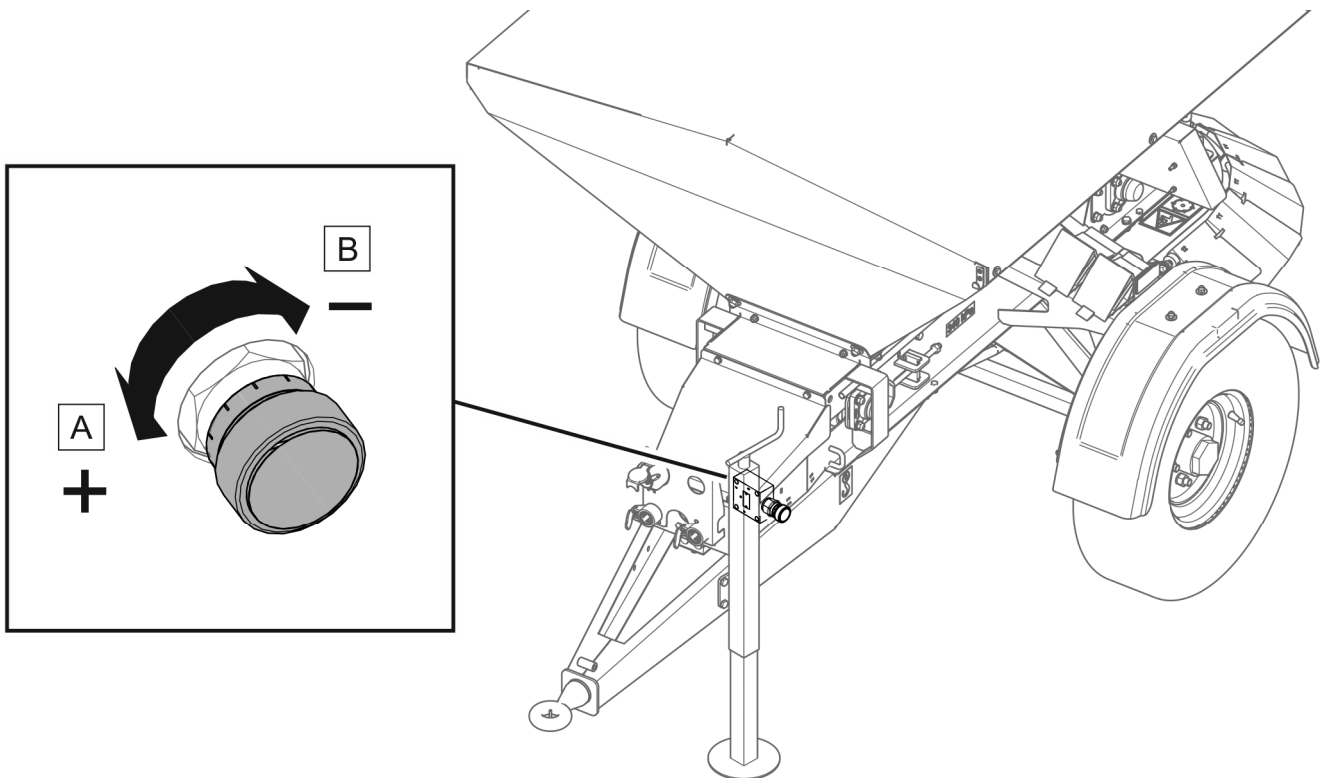

РИСУНОК 4.7 Регулювання обертання розкидаючого диска (розкидач з гідравлічним приводом)
У розкидачах з гідравлічним приводом розкидаючого диска швидкість обертання розкидаючого диска можна змінювати за допомогою регулятора (РИСУНОК 4.7). Обертання ручки регулятора в напрямку (A) збільшує швидкість розкидаючого диска, а в напрямку (B) - зменшує швидкість.